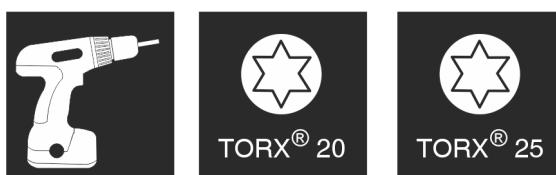

Fig. 20
- Predisposizione degli utensili. Fig. 20 0